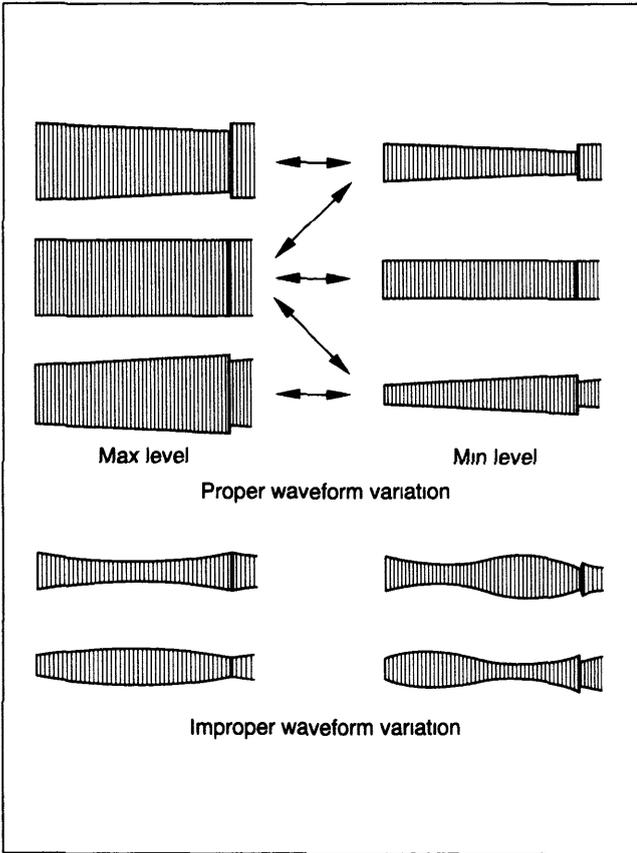

Fig. 2-4-1
- (1) Conecte o osciloscópio ao TP106(PB FM/COL) e ao TP111(D FF) do Painel Principal, conectando este último a entrada de sincronismo externo.
- (2) Reproduza a fita de alinhamento (SP), observando a forma de onda de FM.
- (3) Pressione as teclas (▲) e (▼) simultaneamente durante a reprodução para acessar o modo manual de tracking (Isto deve ajustar o tracking para a posição central).
- (4) Certifique que não haja falhas significativas de nível na forma de onda de FM causadas pela operação do tracking, garantindo o seu paralelismo e linearidade geral. Execute os seguintes ajustes quando necessário (Fig 2-4-1).